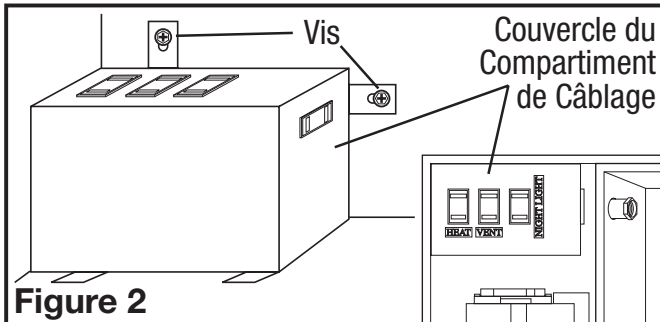

Figure 2
- Enlever le couvercle du compartiment de câblage fini en desserrant les deux vis qui tiennent le couvercle en place (Figure 2).